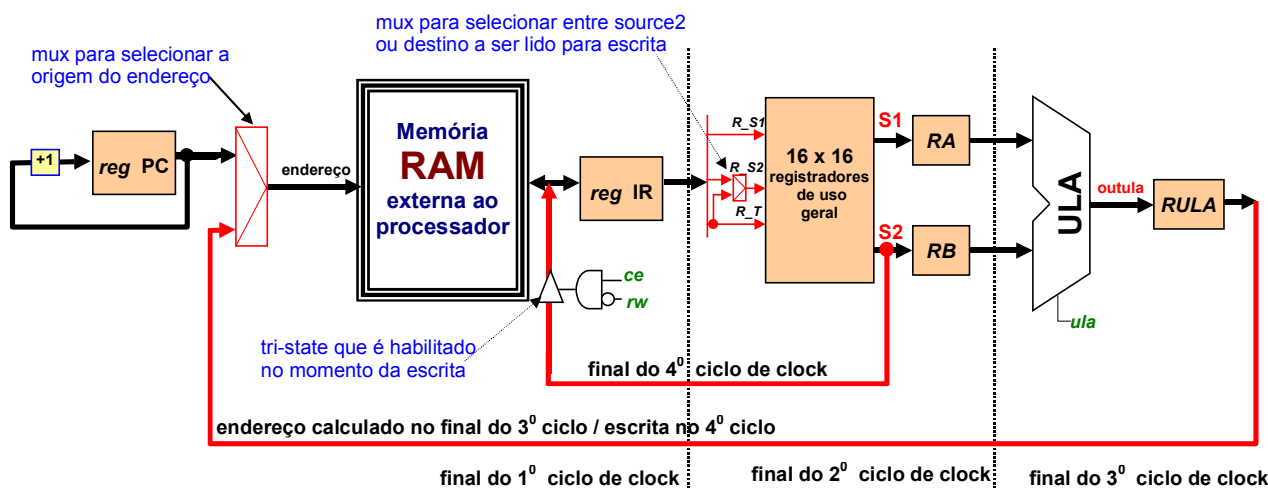

Figura 7 - Fluxo de execução de instrução de escrita na memória.
- Uma possível organização do bloco de dados para a execução da instrução de escrita na memória é apresentada na Figura 7.